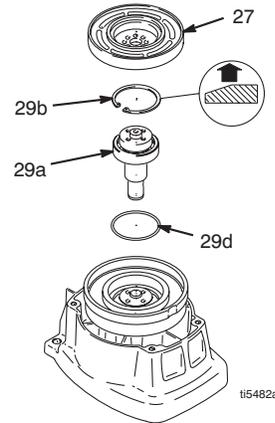

図 6
6. 図 6. 保持リング (29b) を外します。
- 図. 6. プラスティックマレットでピニオンシャフト (29a) を叩きます。